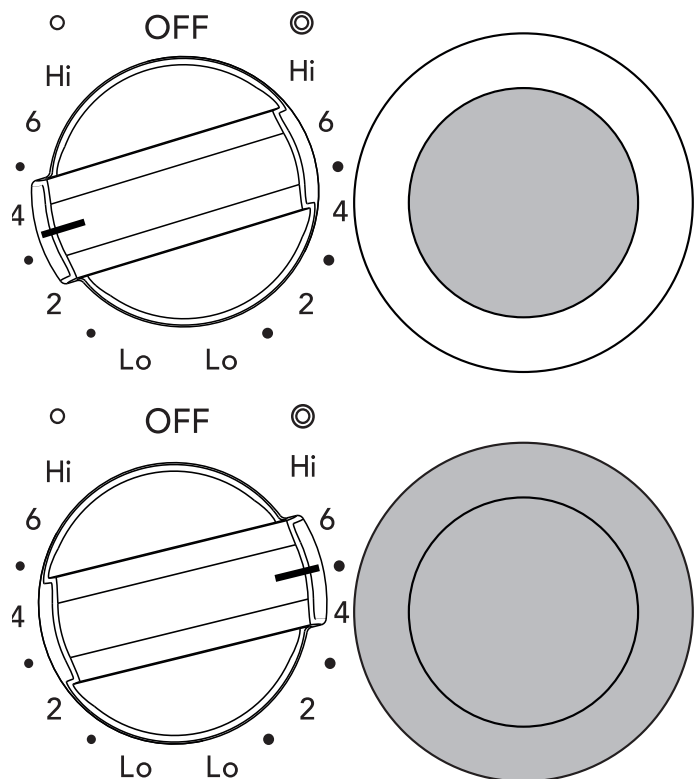

Figure 36: Réglage des boutons de commande pour élément double
2. Pousser et tourner le bouton de commande dans le sens horaire pour démarrer la cuisson avec les deux éléments (intérieur et extérieur). Pousser et tourner le bouton dans le sens antihoraire pour les ustensiles de cuisine plus petits (voir Figure 36).